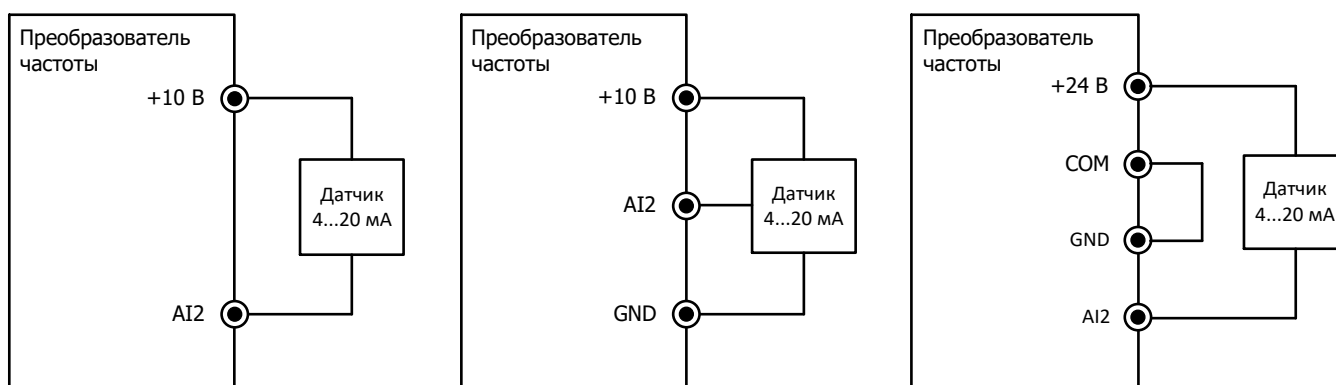

Рисунок 4.1
4.1 Распространенные варианты подключения датчиков контролируемой величины (Рисунок 4.1).